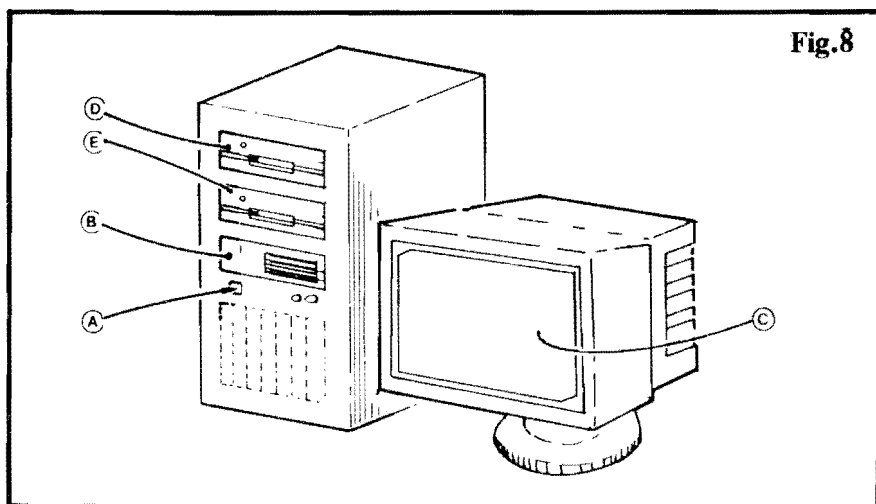

Fig.8
- FIG. 8 - A "ORDEM" DE LEITURA DOS DADOS EM DISCO, PELO PC EM SUA INICIALIZAÇÃO